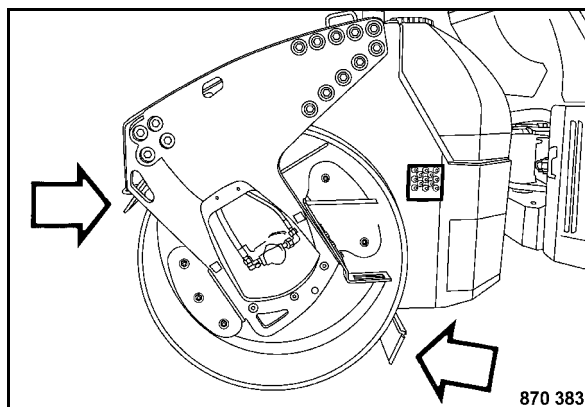

Fig. 211
- Controllare i raschiatori (Fig. 211), 2 per ogni tamburo.